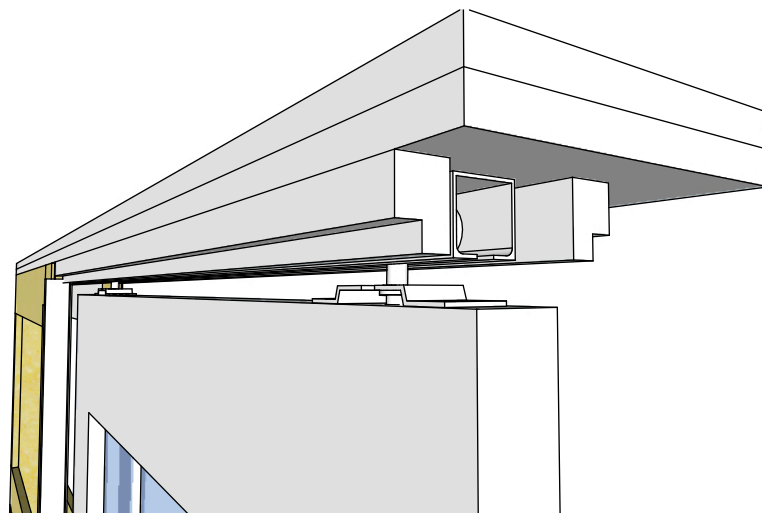

Рисунок 20
9. Монтаж дверного полотна (Рис.20).